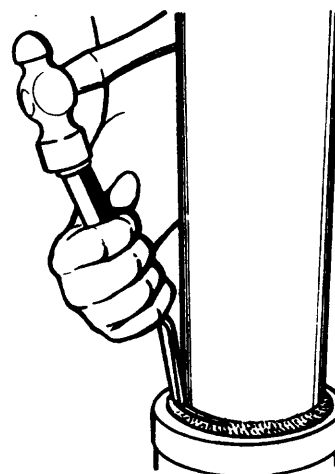

Fig. 3
- b Apoye el calafate en el anillo de plomo y dé un golpe fuerte en la cabeza del mismo (fig. 3).